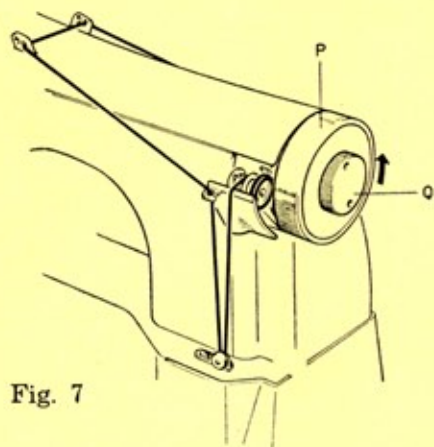

Fig. 7
- Disconnect balance wheel « P » by turning knob « Q » in the direction of the arrow (Fig. 7).